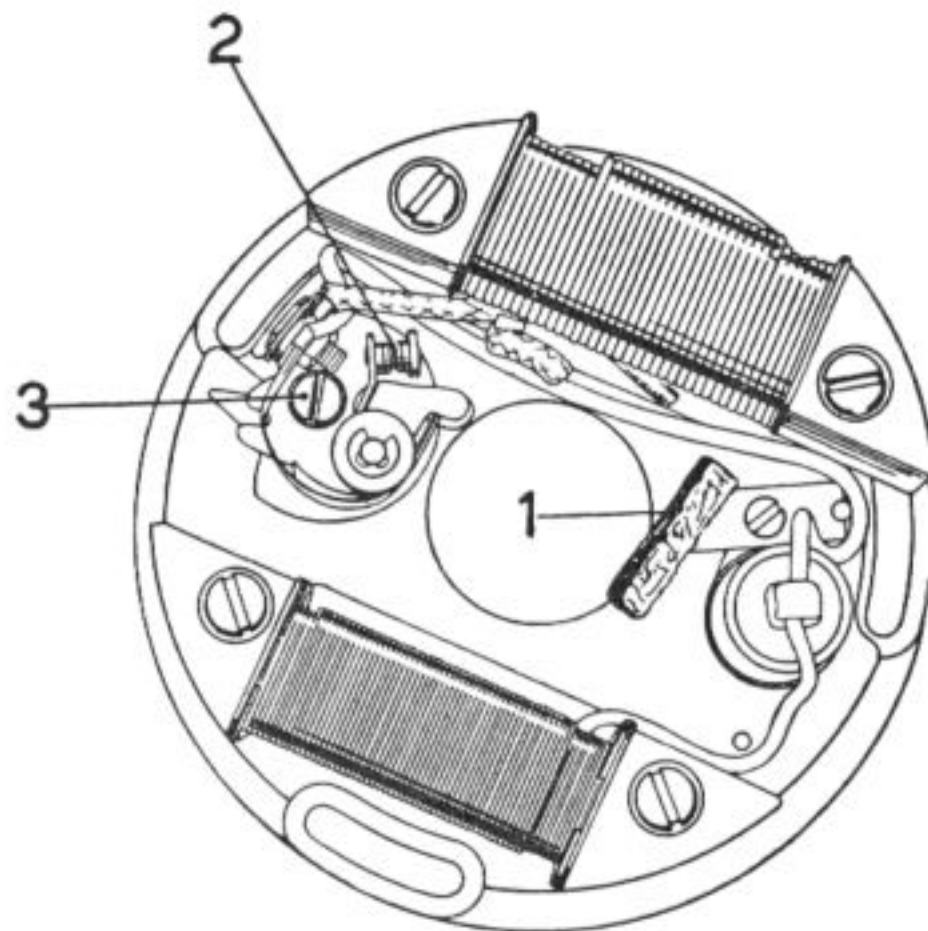

Fig. 24 - Alternatore volano con smontata la parte rotante
*Alternatore volano* (vedere fig. 24).